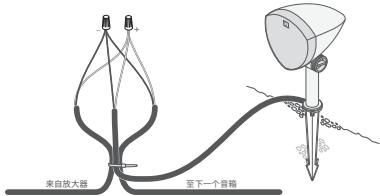

图 10
- 剪切左扬声器或右扬声器的两根电线(参见下表),剥去埋地线裸露端 3/4 英寸(约1.9 厘米)的绝缘层,然后从相应扬声器尾纤的端部剥去 3/4 英寸(约1.9 厘米)的绝缘层(见图 10)。
- 制作一个大约 10 英寸(约25 厘米)的环路,使用扎带将线环和扬声器尾纤固定到位,以消除应力(见图 10)。